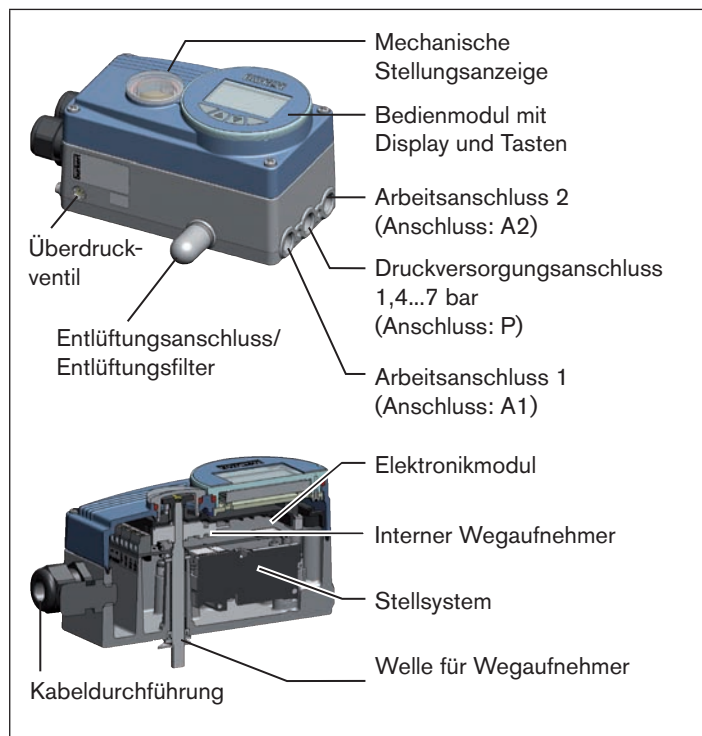

Bild 1: Aufbau Typ 8792/8793
* Bei Einsatz des Geräts unter IP 67 Bedingungen muss der Entlüftungsfiter entfernt und die Abluft in den trockenen Bereich geführt werden (siehe „Bild 1“).